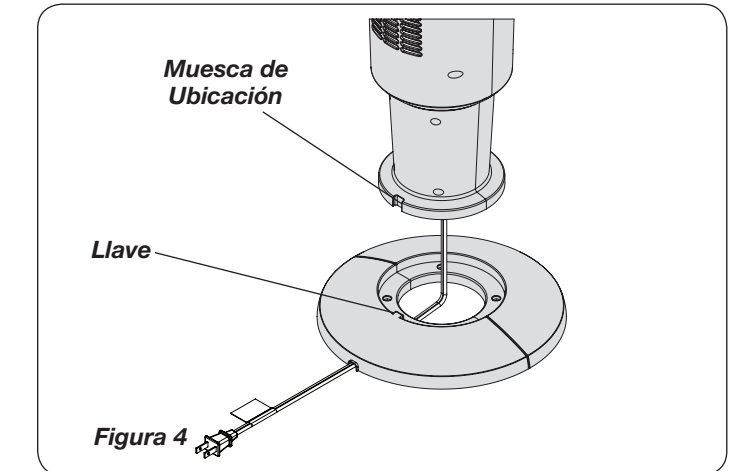
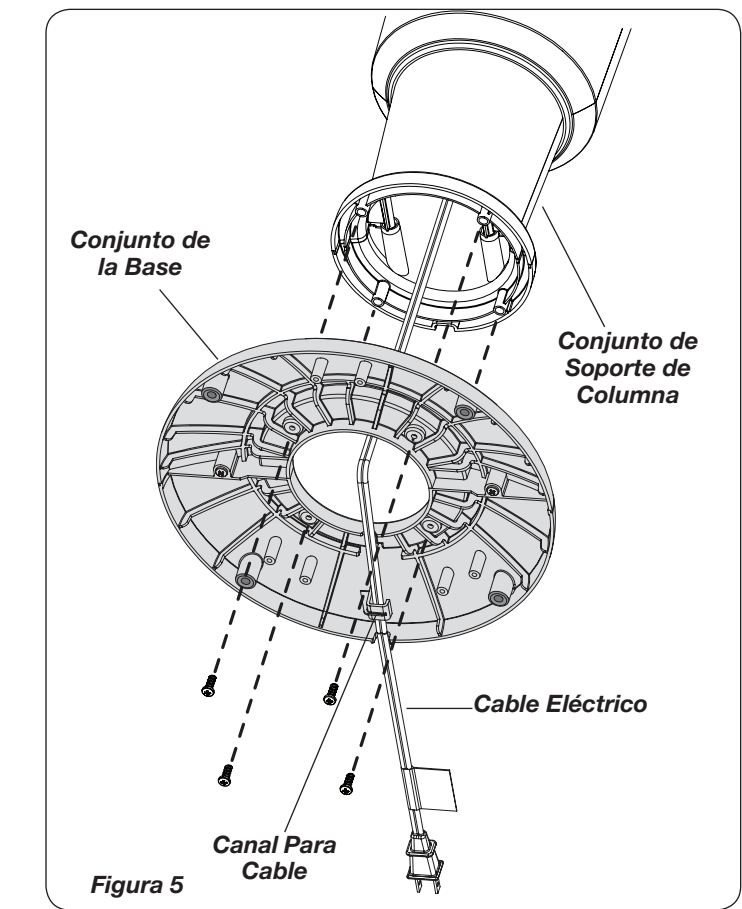

Figura 4
Figura 5
- Alinee el **Conjunto de la Base** con el **Conjunto de Soporte de Columna**. Cerciórese de que la **Muesca de Ubicación** en el **Conjunto de Soporte de Columna** quede alineada con la **Llave** en el **Conjunto de la Base** (Figura 4). Una el **Conjunto de la Base** al **Conjunto de Soporte de Columna** con (4) tornillos M5 X 13 mm. Jale suavemente el **Cable Eléctrico** para que no quede holgado, y colóquelo en el **Canal Para Cable** del **Conjunto de la Base**. (Figura 5)